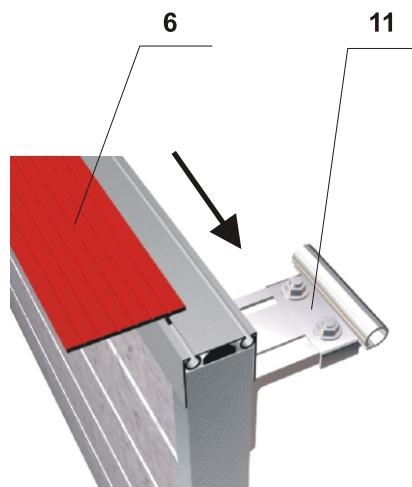

Рис. 5.9. Установка верхнего уплотнения
После установки верхних регулируемых опор с держателями роликов выполняют установку верхнего уплотнения (6). Для этого верхнюю панель устанавливают алюминиевым профилем вверх. Затем вставляют верхнее уплотнение в дальний от опоры ролика паз и протягивают вдоль всей ширины ворот. Удобнее это выполнять вдвоем. Один монтажник протягивает, а другой направляет уплотнение. Верхнее уплотнение устанавливается ровно по длине ворот и выступающие остатки отрезают ножом (как правило, верхнее уплотнение поставляется на 100 мм длиннее панели). Схема установки верхнего уплотнения приведена на рис.5.9.